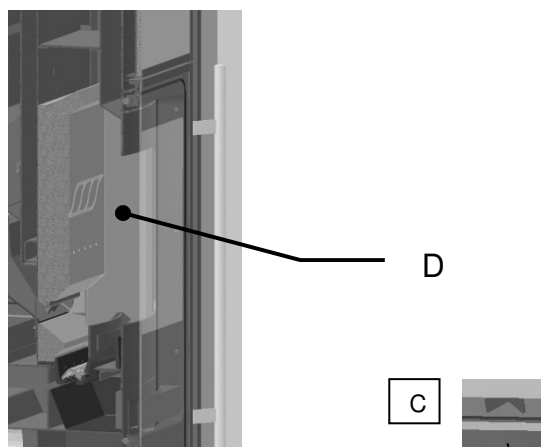

Fig. 6
À l'aide de la brosse de nettoyage fournie, nettoyer le sol du canal d'admission (A) s'il est recouvert de poussière ou de petits résidus de granulés (Fig. 6). Pour ce faire, soulever la grille verticale (B) et la retirer vers l'avant. Soulever le cadre fixe (III. 8 C) de la trémie d'admission des granulés et le retirer vers l'avant. Introduire avec précaution la brosse à gauche et à droite depuis l'équerre de support disposée au milieu du canal (C) et nettoyer le canal en effectuant des mouvements modérés de va-et-vient avec la brosse (profondeur env. 12 cm). Puis, remettre la grille verticale.